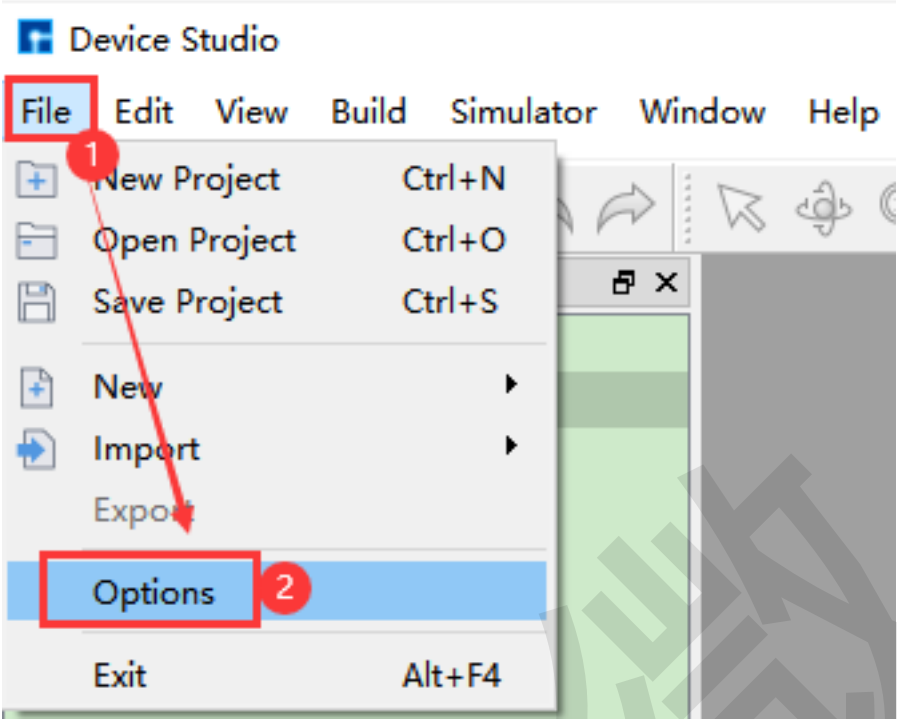
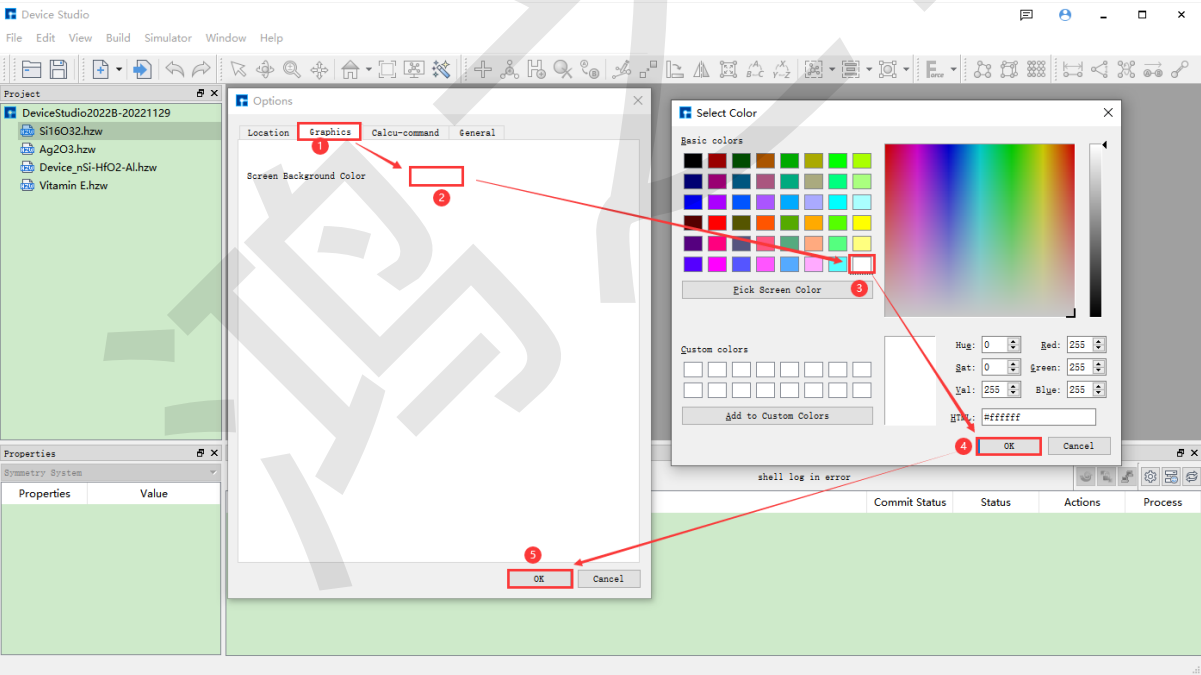
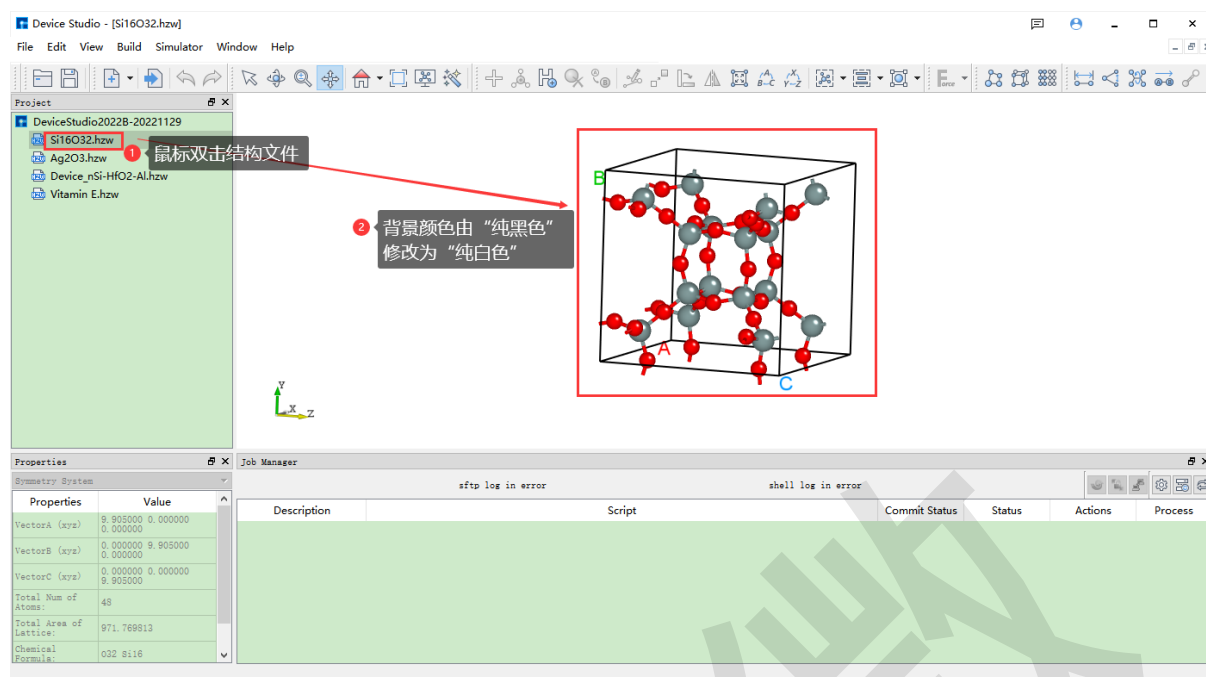

图 9.2: 将 Device Studio 主界面显示结构的 背景颜色由 纯黑色修改为 纯白色操作步骤一
图 9.3: 将 Device Studio 主界面显示结构的 背景颜色由 纯黑色修改为 纯白色操作步骤二
图 9.4: 将 Device Studio 主界面显示结构的背景颜色由纯黑色修改为纯白色操作步骤三
2. 方式二：Device Studio 主界面中没有显示结构，如 图 9.2、图 9.3、图 9.4 所示为将显示 Si16O32 晶体结构的 背景颜色由 纯黑色修改为 纯白色的操作步骤。